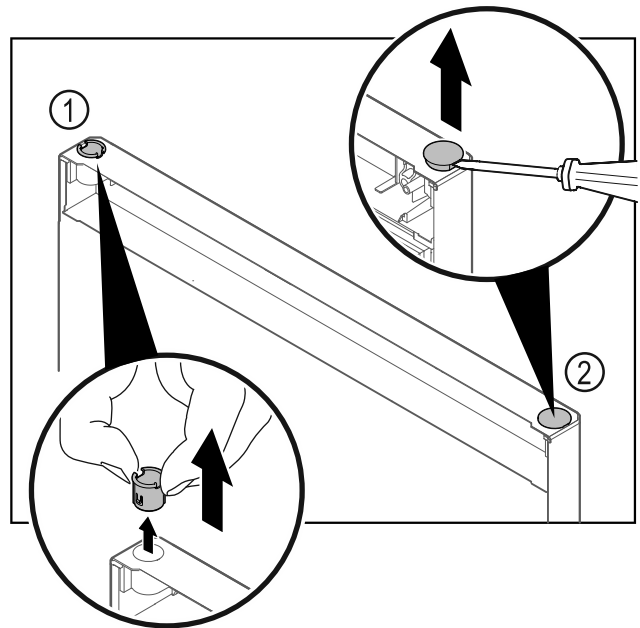

Fig. 31 Porta del vano congelatore
- Estrarre la boccola cerniera Fig. 31 (1) con le dita.
- Con un cacciavite a testa a intaglio sollevare con cautela il tappo Fig. 31 (2) ed estrarlo.